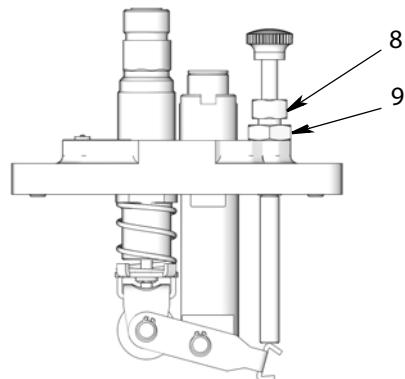

Рис. 9
Объемная подача насоса регулируется внешним регулировочным винтом (8) (Рис. 9). Поворот регулировочного винта изменяет длину хода поршня, который изменяет нагнетаемый объем насоса.
- Ослабьте контргайку регулировочного винта (9) (Рис. 9).
- Поворачивайте регулировочный винт (8) (Рис. 9).
3. **Только для моделей с подачей всасыванием и с гравитационной подачей.** С помощью смазочного прибора посчитайте, сколько капель упало из каплеуловителя (4) в смотровой колодец (2) за одну минуту.
5. После настройки насоса в соответствии с требуемой спецификацией затяните контргайку регулировочного винта (9) (Рис. 9).
Количество капель, падающих в смотровой колодец, равно количеству масла, нагнетаемого насосом. Объемную подачу насоса можно отрегулировать с помощью регулировочного винта (8) (Рис. 9) для изменения хода поршня. (См. раздел «Регулировка насоса».)